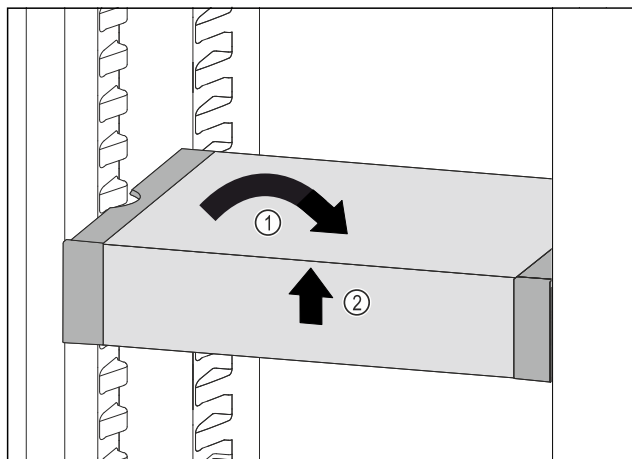

Fig. 105
- Placer VarioSafe lige. Fig. 105 (1)
- Løft VarioSafe op foran. Fig. 105 (2)